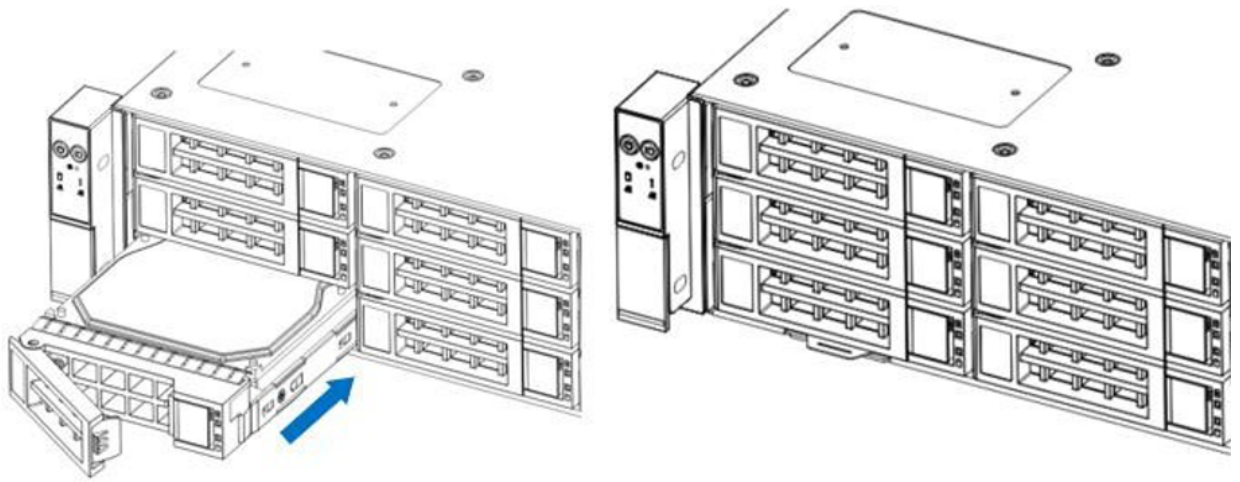

Рис. 3-13
3. Схема расположения жесткого диска в лотке, установленном в шасси на Рис. 3-13.